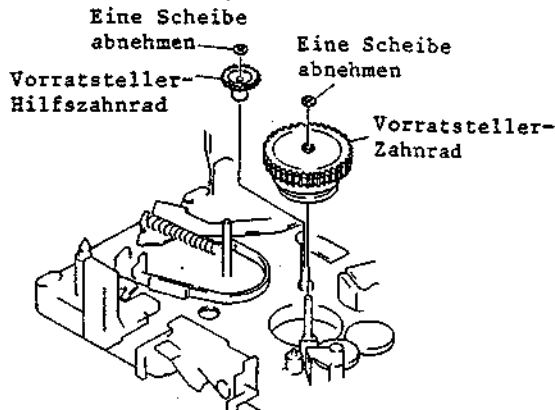

Abb. 2-75 Ausbau des Vorratsteller-Zahnrades und des Vorratsteller-Hilfszahnrades
**3-27 Ausbau des Vorratsteller-Zahnrades und Vorratsteller-Hilfszahnrad (Abb. 2-75)**